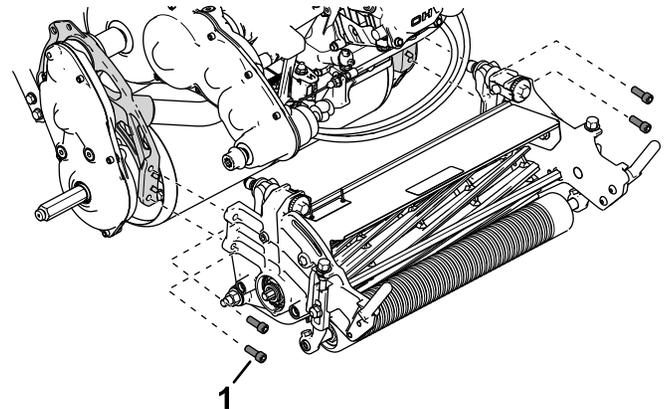

Figure 49
4. Déposez les vis à tête creuse qui fixent l'unité de coupe au cadre (Figure 49).